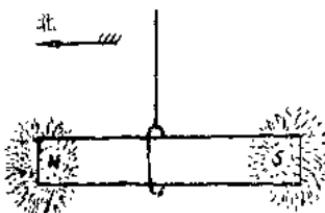

图1—1 磁极
1. 磁极 把磁体放到铁屑里，然后再拿出来，我们可以看到它能吸起很多的铁屑，如图1—1所示。吸引铁屑最多的地方，磁性最强，称为磁极。
把一根条形磁体用软线悬挂起来，使它能在水平面里自由转动，我们可以看到：当磁体静止下来以后，它的一个磁极总是指北方，另一个磁极总是指向南方，如图1—1所示。把这个总是指北方的磁极叫做北极，用N表示；把另一个总是指南方的磁极叫做南极，用S表示。